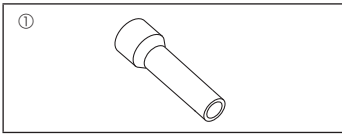

Fig. 1-1
1.6. Ulkoyksikön tarvikkeet (Fig. 1-1) (ZM200/250, M200/250)